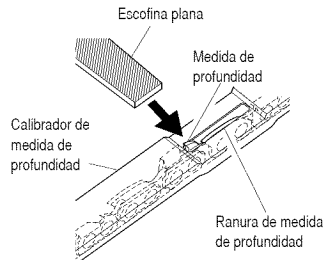

Figura 20 - Calibrador de medida de profundidad en la cadena
3. Retire el calibrador de medida de profundidad. Utilice una escofina plana para redondear la esquina frontal de la medida de profundidad del elemento de corte (vea la Figura 20).